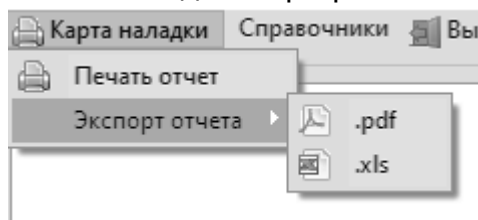

Рисунок 2 – Выпадающий список
- 1.1) «Карта наладки». По нажатию на кнопку открывается выпадающий список (Рисунок 2 – Выпадающий список) для печати или экспорта отчета по карте наладки;